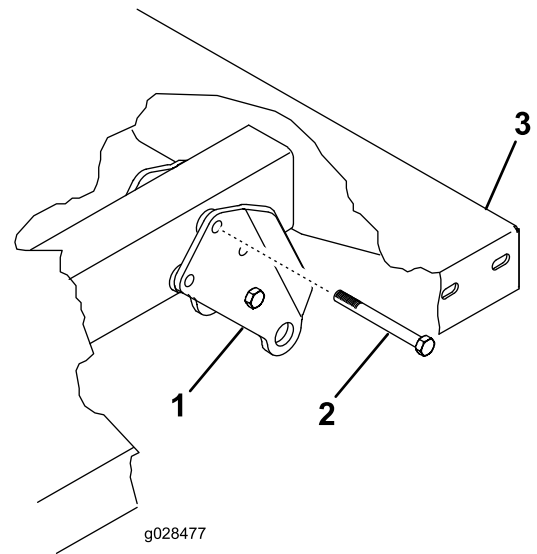

Figure 2
**Remarque:** Positionnez les supports sur le plateau comme montré à la Figure 2.
**Remarque:** Sur le Workman 3000 ou 4000 équipé d'un long plateau, assurez-vous que les supports de pivot arrière sont boulonnés sur le cadre ou le profilé du plateau de telle sorte que l'extrémité inférieure soit inclinée vers l'arrière (Figure 2).